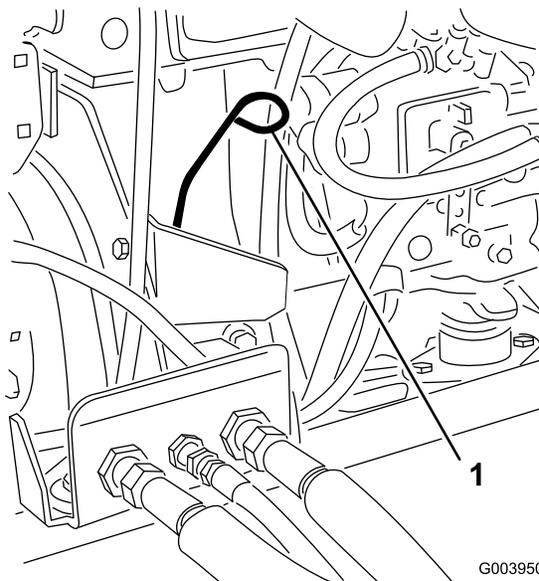

Рисунок 29
3. Извлеките масломерный щуп, тщательно протрите и снова вставьте его (Рисунок 29).